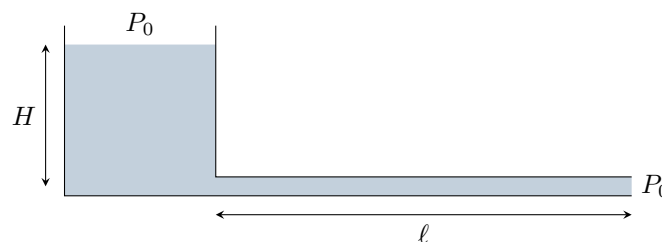

Figure 3 – Conduite connectée à un réservoir.
- **Premier exemple** : la conduite est reliée à un réservoir de grande section S_0 ouvert à l'air libre, voir figure 3, la pression en entrée et en sortie de conduite est égale à la pression atmosphérique P_0 . En revanche, le débit n'est pas contraint.